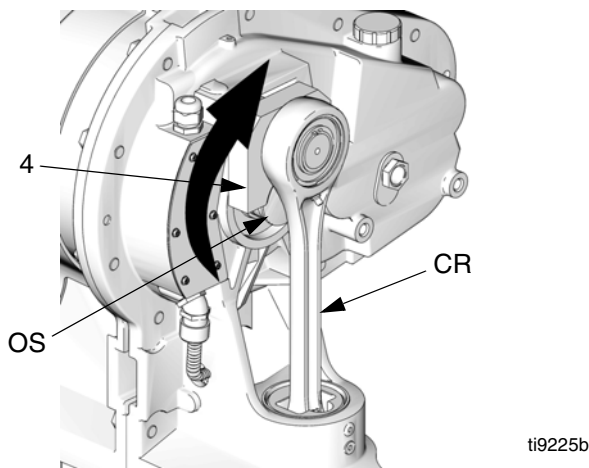

FIG. 18. Gire o braço de manivela
10. Consulte a FIG. 18. Gire a o braço oscilante (4) para permitir que ele seja removido do eixo de saída (OS).
11. Puxe o conjunto braço de manivela/biela/pistão deslizante (CR) para cima e para fora do cilindro.
12. Retire os rolamentos antigos (8).